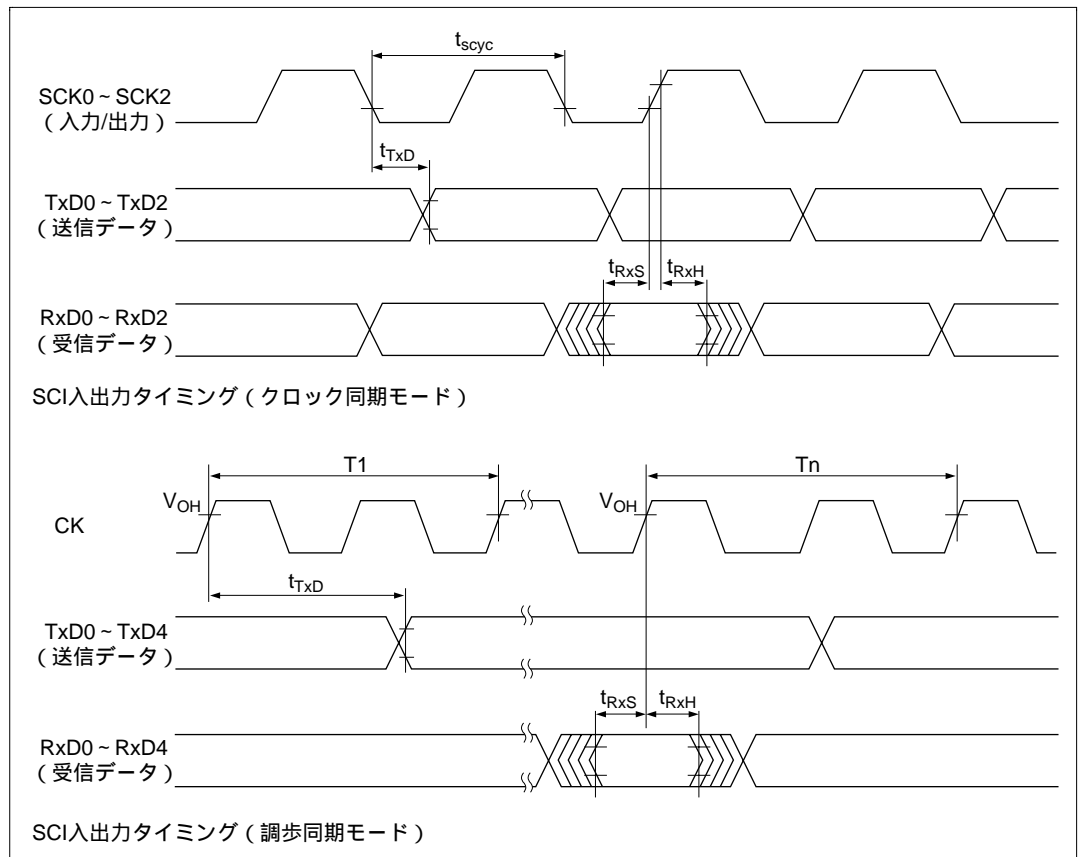

図 24.16 SCI 入出力タイミング
- *1 HCAN 入力信号は非同期信号ですが、図 24.16 に示された CK クロック立ち上がり (2 クロック間隔) で変化が生じたものとして判定されます。HCAN 出力信号は非同期信号ですが、図 24.16 に示された CK クロック立ち上がり (2 クロック間隔) 基準に変化します。